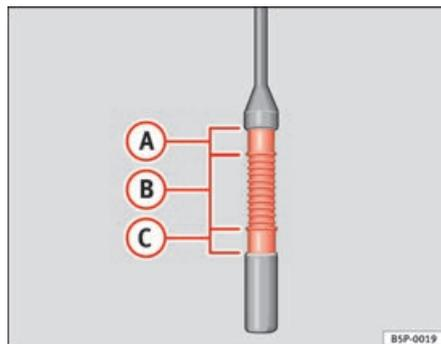

Fig. 128 Astina di misurazione livello olio motore.
- In seguito, estrarla di nuovo e controllare il livello dell'olio ⇒ fig. 128. Se necessario, rabboccare dell'olio.